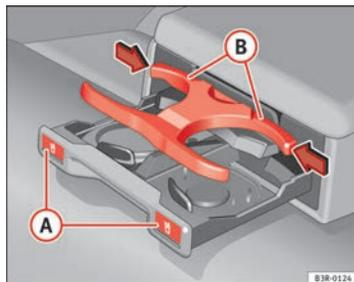

Fig. 121 Portabebidas en el reposabrazos trasero
- Pulse sobre el símbolo  (A) ⇒ fig. 121.